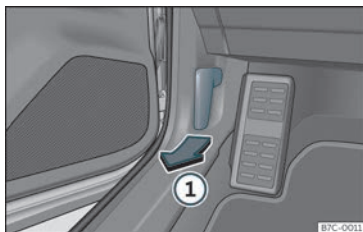

Fig. 199 Alavanca de desbloqueio no espaço para a zona dos pés do condutor.
- Abra a porta e puxe pelo manípulo que existe debaixo do painel de instrumentos »» **Fig. 199** ①.